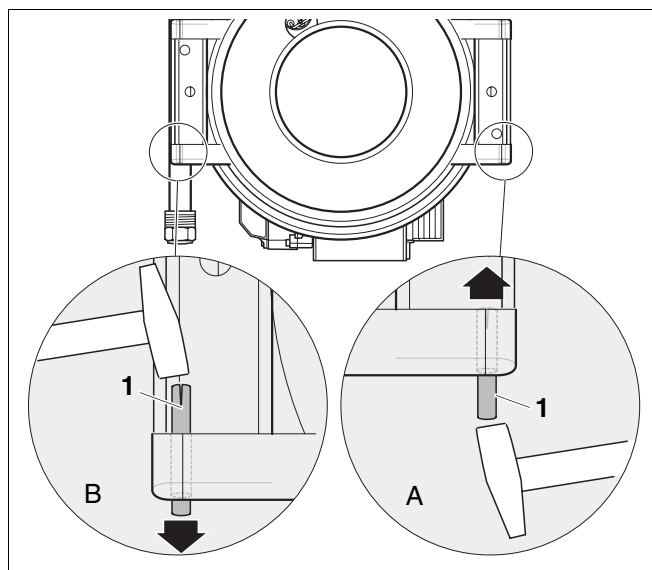

Fig. 8 Montage des gonds de la porte à droite
Chassez la goupille cannelée de bas en haut, comme le montre la fig. 8, **pos. A** et insérez-la de haut en bas, comme le montre la fig. 8, **pos. B**.
- Chassez la goupille cannelée (fig. 8, **pos. 1**) (fig. 8, **pos. A**) et insérez-la sur le côté droit de la porte du brûleur (fig. 8, **pos. B**).